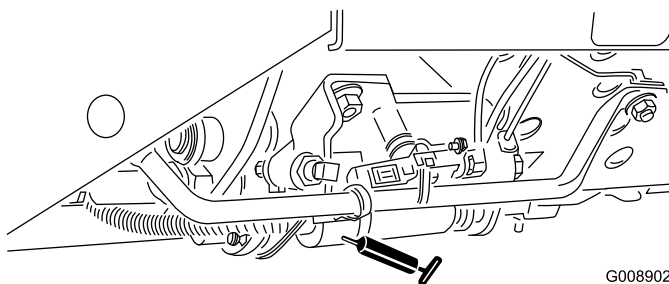

Figura 39
- Patilha Corte/Transporte (Figura 39)